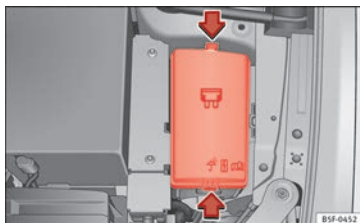

Abb. 103 Im Motorraum: Abdeckung des Sicherungskastens.
- Drücken Sie die Verriegelungslaschen, um die Abdeckung des Sicherungskastens zu entriegeln » **Abb. 103**.